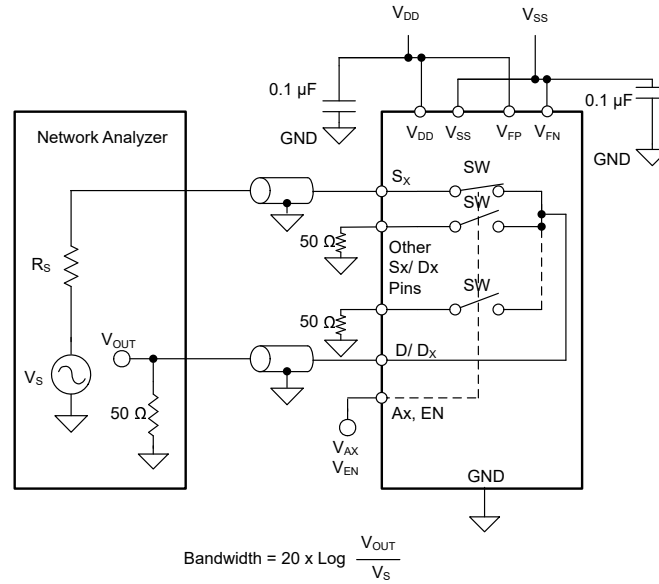

图 7-16. 带宽测量设置
带宽 (BW) 定义为当输入施加到开启通道的源极引脚 (Sx)，并且输出在 TMUX7348F-EP 的漏极引脚 (D 或 Dx) 处测量时衰减小于 3dB 的频率范围。图 7-16 展示了用于测量开关带宽的设置。